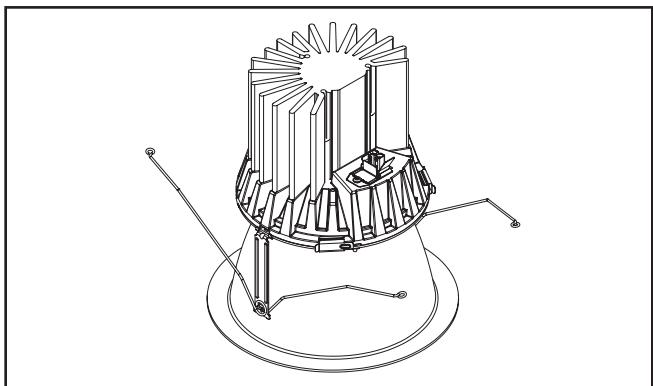

Figure 9
5. Branchez Connectez la prise de fiche à débranchement rapide du luminaire sur leau module. (Figure 9)